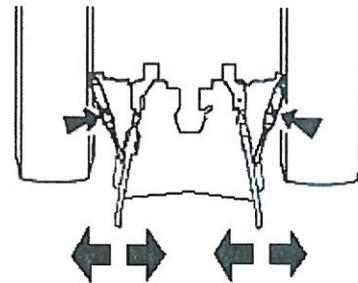

Bild 10: Fixierung der unteren Hydraulikarme
5. Sichern Sie seitlich die Arme des Dreipunktsystems des Schleppers. Hydraulikarme sollen so fixiert sein, dass die Maschine nicht quer schwingt (Bild 10).